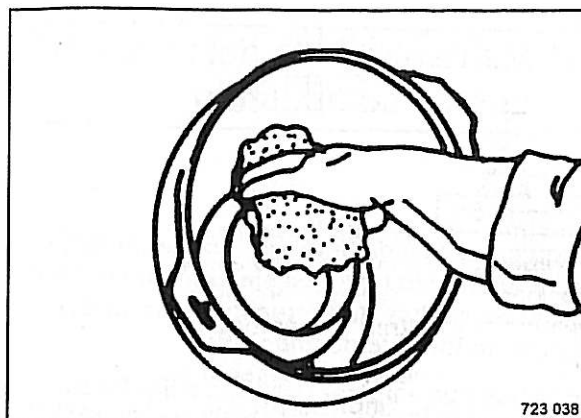

Fig. 133
- Limpiar la superficie de contacto del tubo de salida (Fig. 133).